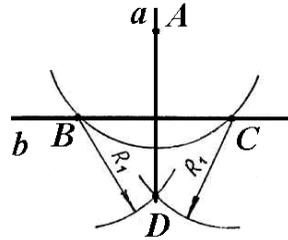

Рис. 4.
- 1) Дана прямая b и точка A . $A \notin b$ (рис. 4).